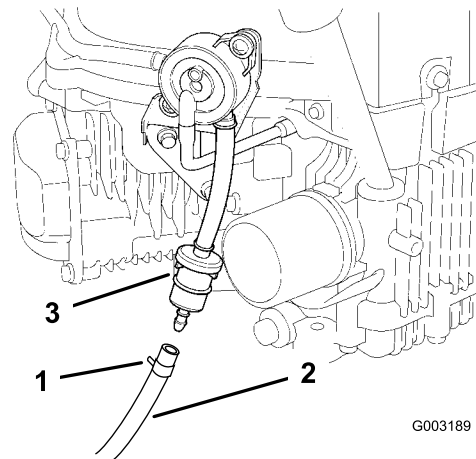

Bild 41
5. Lockern Sie die Schlauchklemme am Kraftstofffilter und schieben Sie sie an der Kraftstoffleitung weg vom Kraftstofffilter (Bild 41).
6. Ziehen Sie die Kraftstoffleitung vom Filter (Bild 41).
Kraftstofffilter heran, um die Kraftstoffleitung zu befestigen (Bild 41).
4. Drücken Sie die Enden der Schlauchklemmen zusammen und schieben Sie sie vom Filter weg (Bild 41).
6. Setzen Sie einen neuen Filter so ein, dass der Flussrichtungspfeil vom Kraftstofftank zum Motor zeigt, und schieben Sie die Schlauchklemmen auf den Filter (Bild 41).